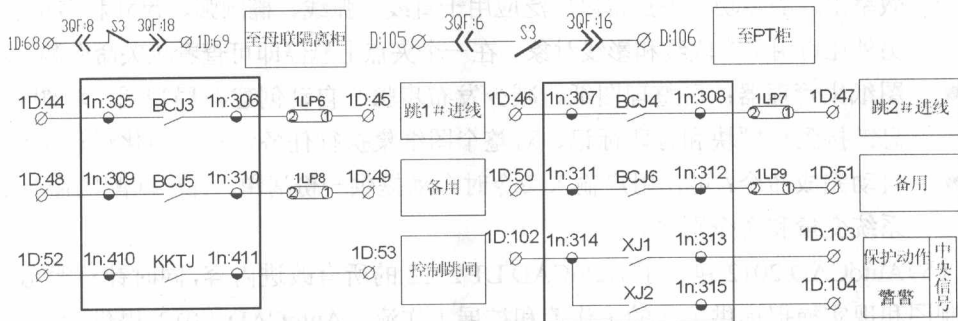

图 1-4 电器安装接线图
(4) 电气安装接线图。电气安装接线图,是为安装电气设备和电器元件进行配线或检修电器故障服务的。如图 1-4 所示为电器安装接线图,在图中可显示出电气设备中各元件的空间位置和接线情况,可在安装或检修时对照原理图使用。它是以电器位置布置为依据,遵循合理、经济等原则安排的,它表示机床电气设备各个单元之间的接线关系,并标注出外部接线所需的数据,根据机床设备的接线图就可以进行机床电气设备的安装接线。对某些较为复杂的电气设备,电气安装板上元件较多时,还可画出安装板的接线图;对于简单设备,仅画出接线图就可以了。实际工作中,接线图常与电气原理图结合